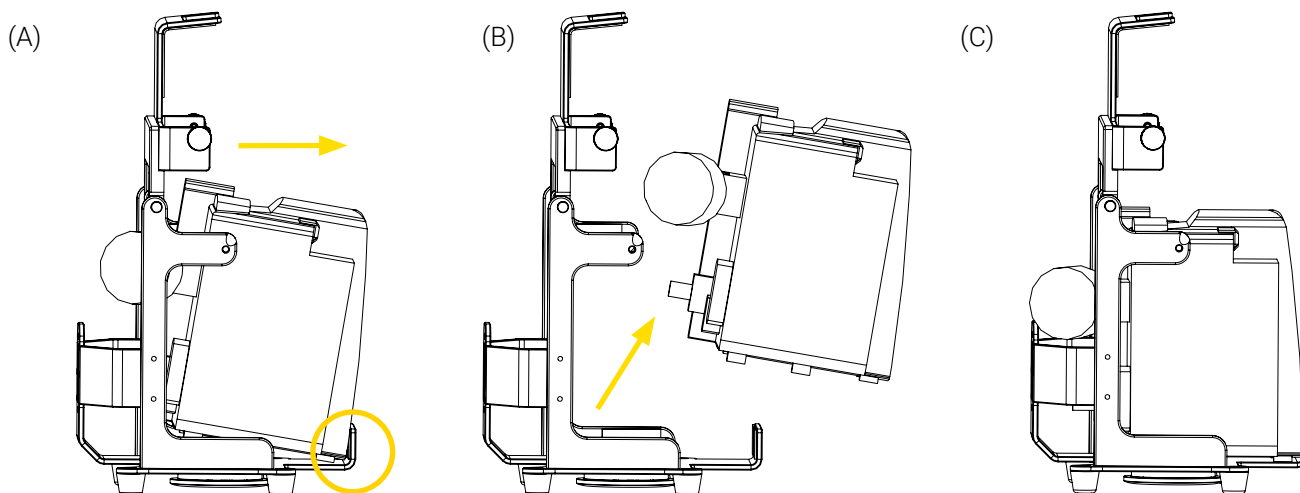

Figure 7: Pompe PLUM 360 retirée du support Bracket Pro Serie 221
3. Basculer la pompe vers l'avant, en angle sur le pli avant du support (Figure 7).
4. Tirer pour retirer la pompe du support (Figure 7 B et Figure 7 C), puis la mettre de côté.